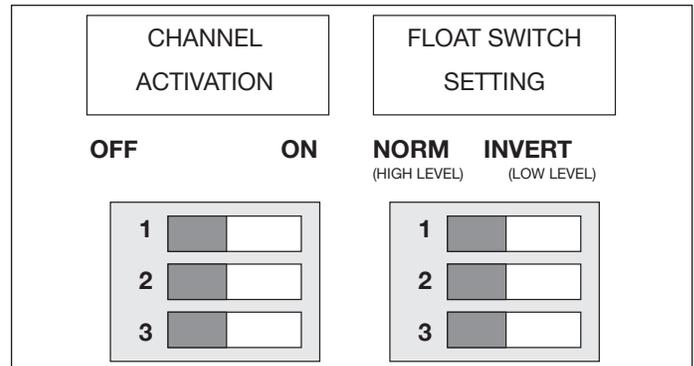

Figura 20-14
- Encienda el interruptor DIP de activación de canal correspondiente para cada Sensor de Combustible instalado (Figura 20-14).
- Asegúrese de que todos los ajustes del interruptor de flotador estén en el ajuste Normal (Nivel alto) (Figura 20-14).